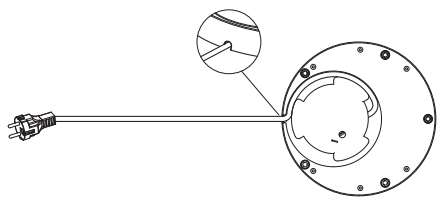

Fig. 2
- Per allungare il cavo elettrico, srotolatelo manualmente dall'avvolgicavo. Regolate la lunghezza di cavo necessaria per raggiungere la presa di corrente facendolo uscire dall'apposita sede. (fig. 2)